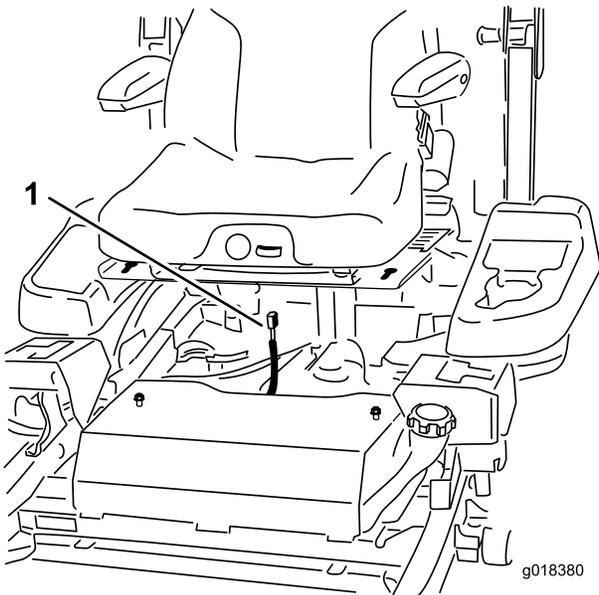

Figure 3
4. Branchez le connecteur de faisceau au commutateur de siège situé sous le siège, vers l'avant (Figure 3).